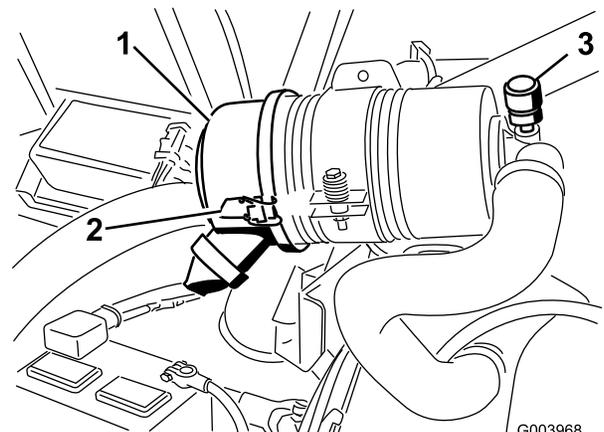

Рисунок 54
Обслуживание фильтра воздухоочистителя следует производить, только при соответствующих показаниях индикатора необходимости технического обслуживания (Рисунок 54). Замена воздушного фильтра без необходимости ведет лишь к повышению вероятности попадания грязи в двигатель при извлечении фильтра.
1. Отпустите защелки, фиксирующие крышку воздухоочистителя на его корпусе (Рисунок 54).